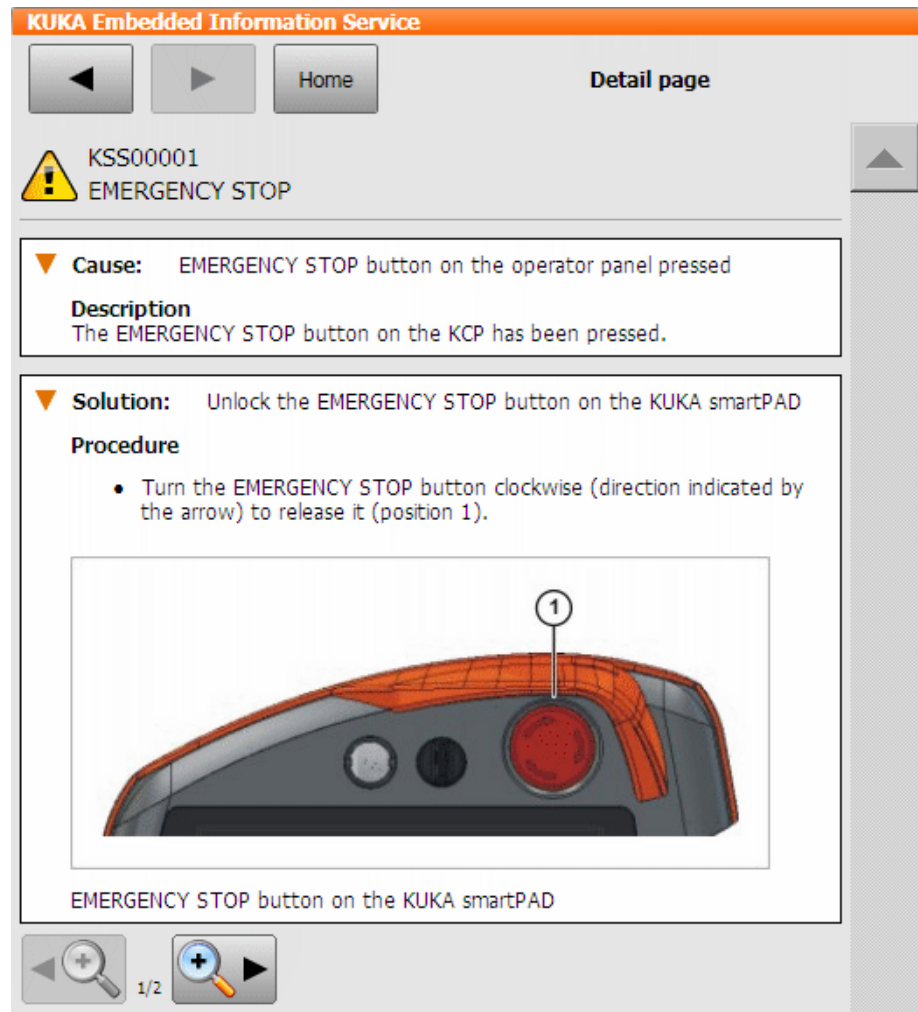

Fig. 4-13: Page de détails - exemple issu du logiciel KUKA System Software
- a. Toucher le symbole de la loupe à côté de la cause. La page de détails s'ouvre. (>>> *Fig. 4-13*)
6	Affiche de détails concernant cette cause / solution. (>>> Fig. 4-13)